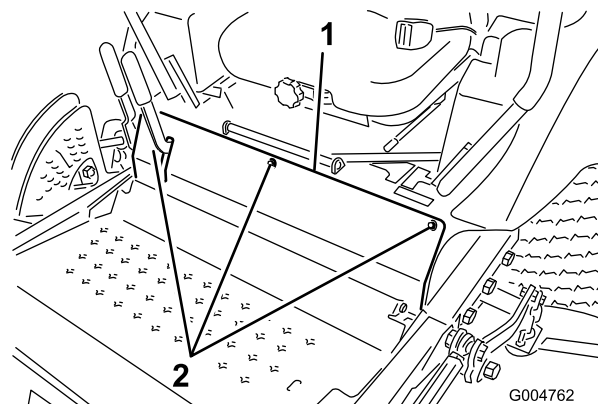

図 62
3. 前パネルを止めているボルトを外して前パネルを外す(図 62)。